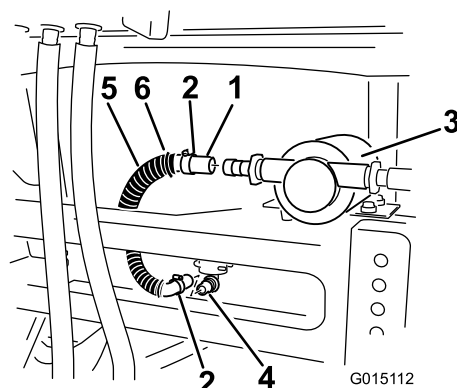

Figure 24
3. Raccordez une extrémité du flexible au raccord à 90 degrés situé au fond du réservoir de rinçage (Figure 24).
- Posez le couvercle sur la pompe et insérez les languettes dans les fentes du longeron (Figure 24).